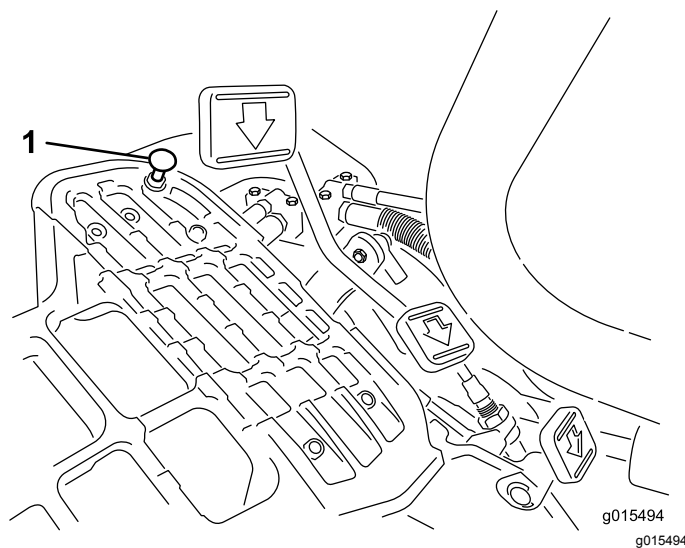

Figure 48
Enfoncez la pédale de déplacement. Si la pédale touche la butée (Figure 48) avant que la tension soit ressentie sur le câble, un réglage est requis.
1. Desserrez les contre-écrous à embase qui fixent la butée de pédale au plancher (Figure 48).